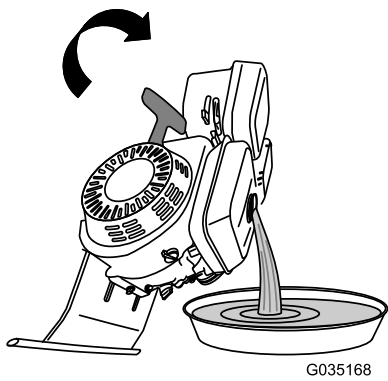

Figura 54
4. Gire el motor sobre la bisagra de la chapa del motor, y vacíe el combustible del depósito (Figura 54).